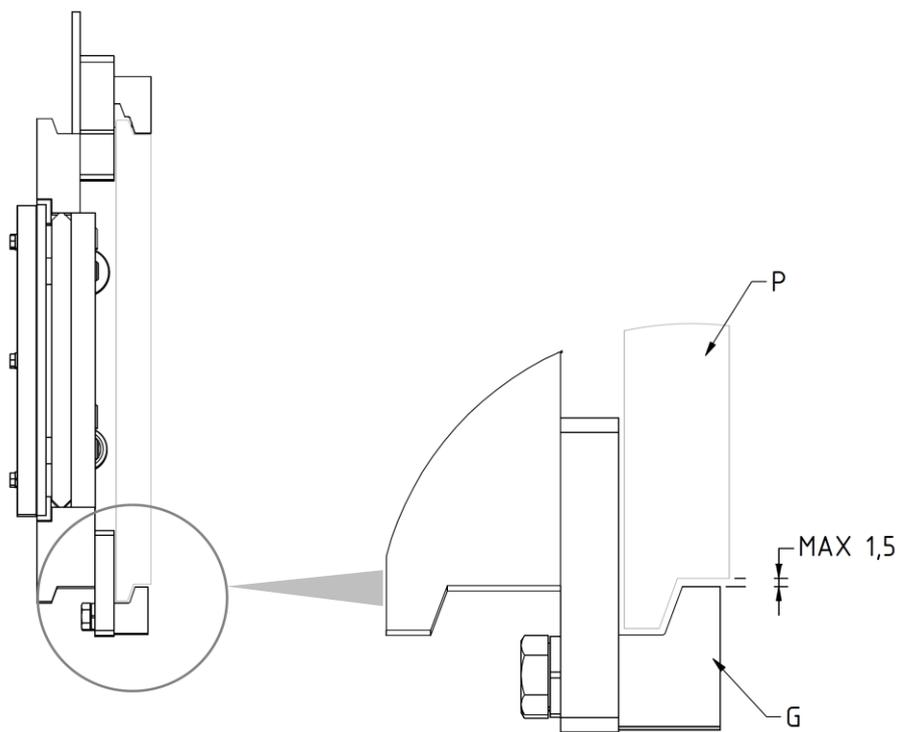
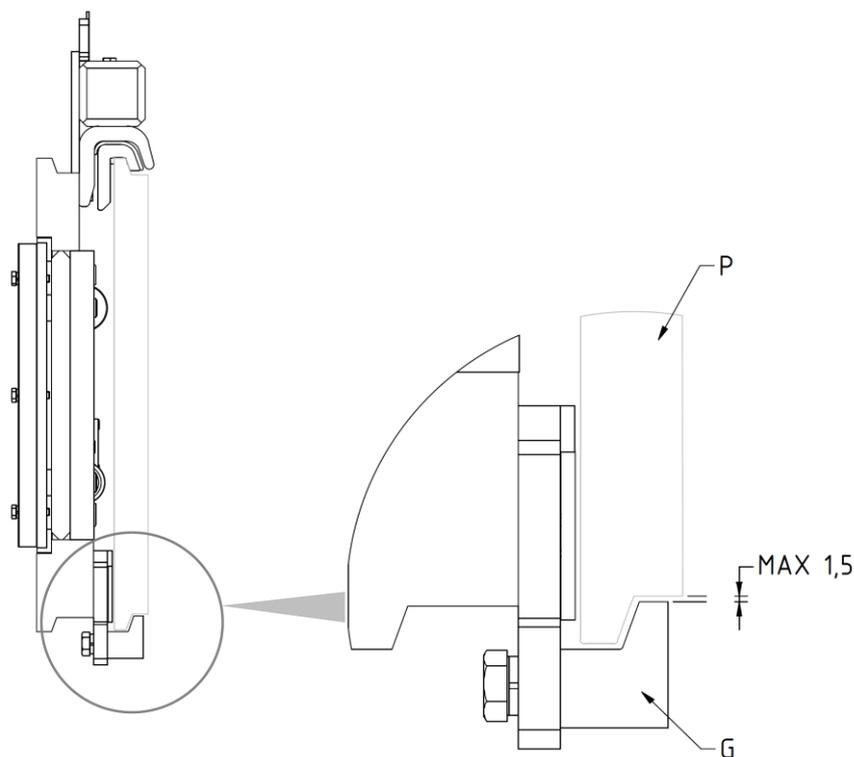

Abbildung 5
Abbildung 9
7. Schrauben Sie die 2 unteren Haken **G** wieder an, so dass sie unterhalb des Gabelträgers **P** befestigt werden (mit max. Spiel 1,5mm wie in der *Abbildung 5*); für das Anziehen bitte das in *Tabelle 3* angegebene Anzugsmoment beachten.
9. Schrauben Sie die 2 unteren Haken **G** wieder an, so dass sie unterhalb des Gabelträgers **P** befestigt werden (mit max. Spiel 1,5mm wie in der *Abbildung 9*); für das Anziehen bitte das in *Tabelle 4* angegebene Anzugsmoment beachten.
3. Überprüfen Sie das Spiel zwischen der Unterkante des Gabelträgers und den unteren Haken des Anbaugeräts und stellen Sie sicher, dass es den Angaben in *Abbildung 5* (auf S. 11) und in *Abbildung 9* (auf S. 14) entspricht. Arbeiten Sie gegebenenfalls daran, die Schrauben festzuziehen.